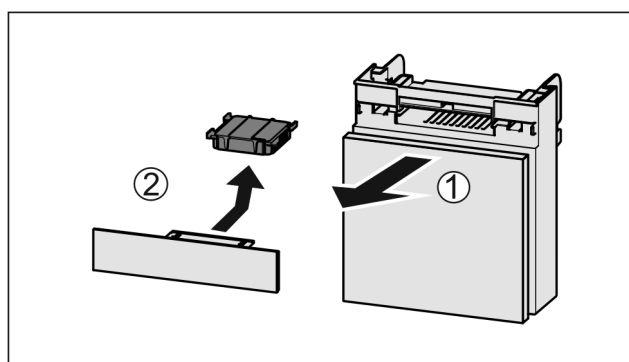

Fig. 172
- Predal izvlecite Fig. 172 (1) naprej.
- Odstranite Fig. 172 (2) aktivni ogljeni filter.